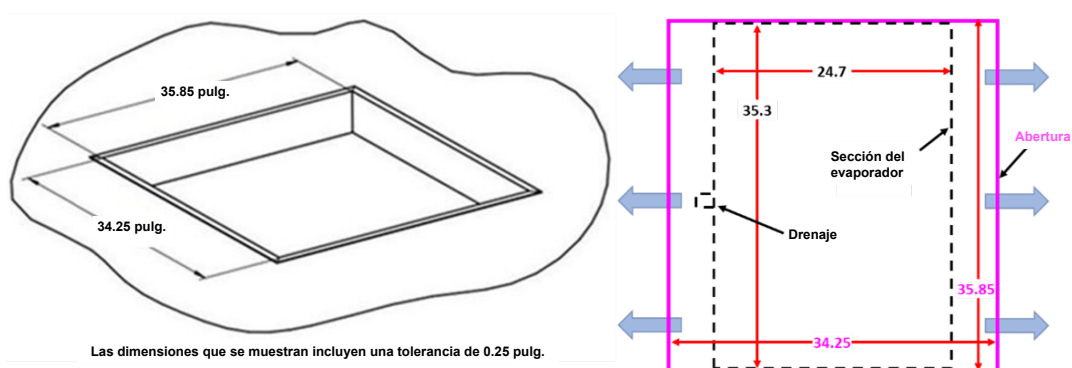

Figura 10 – Dimensiones de la abertura de instalación (pulgadas)
- Techo de la cámara - En esta configuración, la unidad se monta en el techo de la cámara, en la abertura del techo que se muestra en la Figura 10. La estructura de la cámara debe estar reforzada y debe poder soportar el peso del sistema.